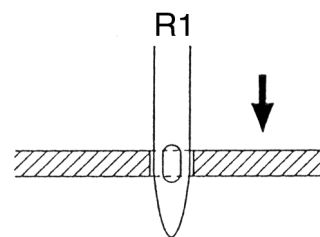

Рис. 34
- Вращением маховика в нормальном направлении переведите иглу в положение, показанное на рис. 34.